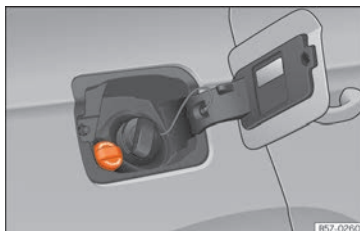

Fig. 238 Tampão do bocal de enchimento do reservatório do AdBlue.
- Abrir a tampa do depósito » Fig. 238.
» » » Fig. 238.